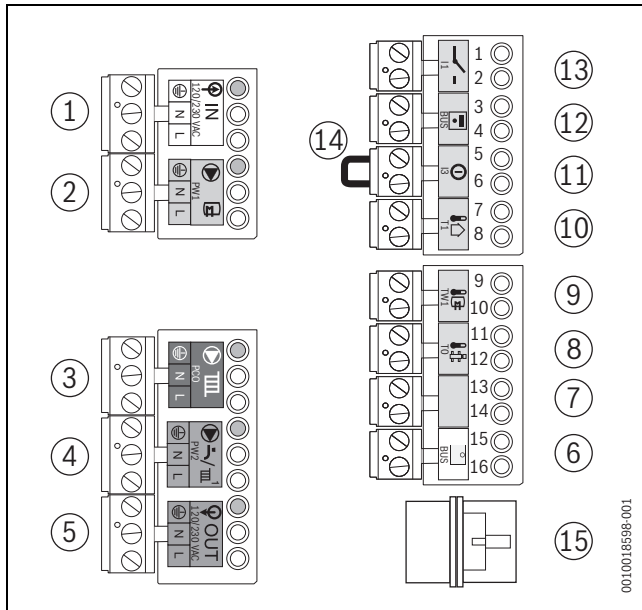

Рис. 32 Клеммные колодки
- ▶ Подключите регулятор комнатной температуры вкл/выкл к клемме **I1** (→ Bild 32, [13], рис. 27) (дополнительное оборудование).
- ▶ Удалите перемычку (→ рис. 32, [14], Seite 27) на клеммах ①.
- ▶ Подключите насос отопительного контура к клеммам  PCO (→ рис. 32, [3], страница 27).